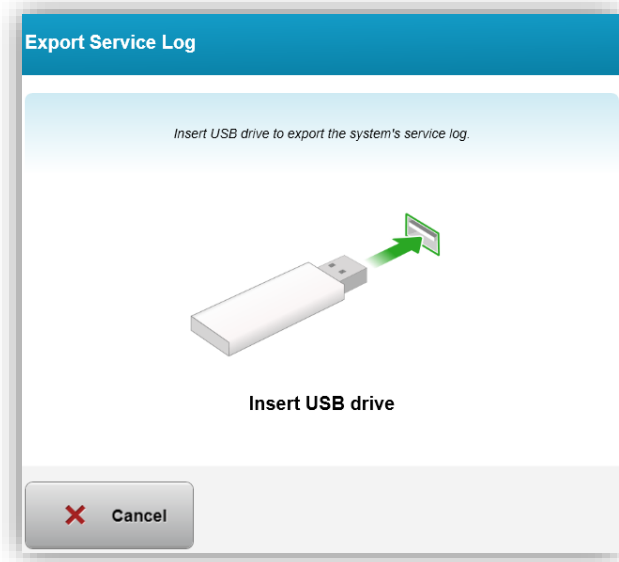

Figura 3-56. Exportar registro de servicio a USB (Export Service Log to USB)
- Siga las instrucciones de la pantalla para insertar una unidad USB en el puerto USB, tal como se muestra en la figura 3-56.